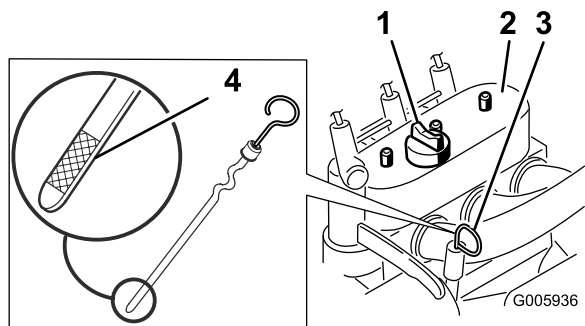

Figura 28
4. Limpie la zona alrededor de la varilla de aceite (Figura 28).
5. Retire la varilla y limpie el extremo metálico (Figura 28).
6. Introduzca la varilla a fondo en el tubo de la varilla (Figura 28).
8. Si el nivel de aceite es bajo, limpie la zona alrededor del tapón de llenado y retire el tapón (Figura 28).
11. Retire el tapón de llenado de aceite (Figura 28) y vierta lentamente aproximadamente el 80 % de la cantidad especificada de aceite a través de la tapa de la válvula.